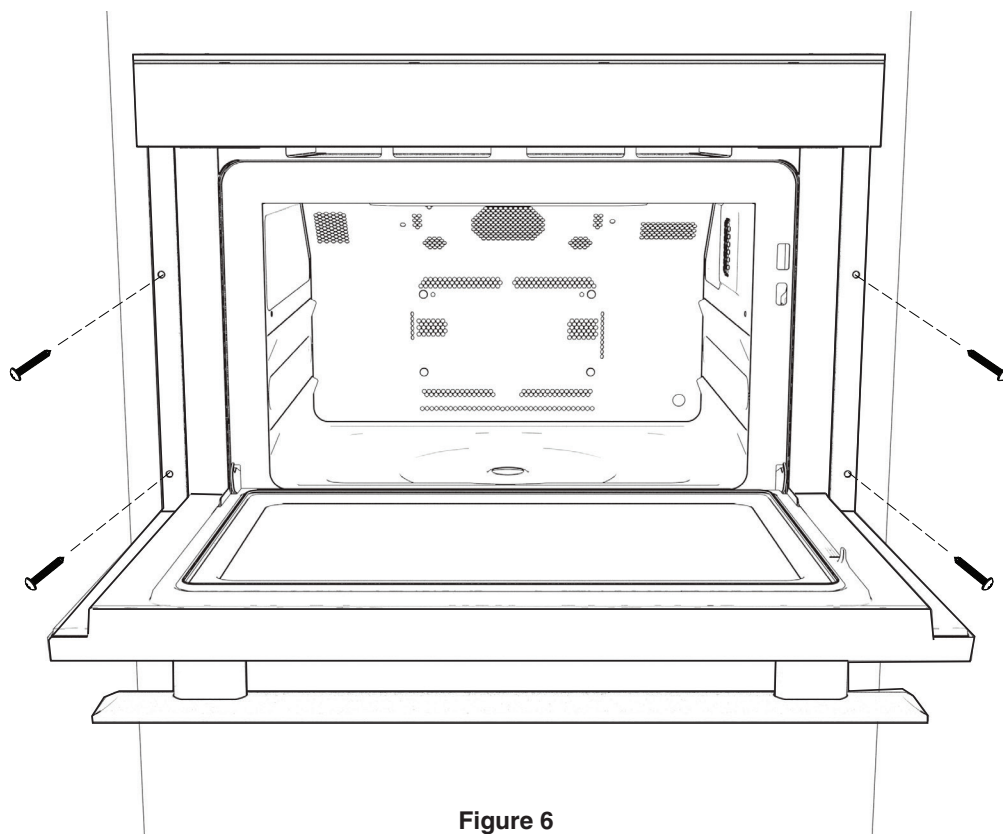

Figure 6
3. Faire glisser le four jusqu'à ce que la bride de montage soit à égalité avec la façade de l'armoire. Voir la Figure 6.
4. Ouvrir la porte. En utilisant les 4 trous sur le four comme gabarit, pré-percer l'armoire avec une mèche de 1/16 po. Voir la Figure 6.
5. Fixer le four SuperSteam+ à l'aide des 4 vis fournies. Voir la Figure 6.